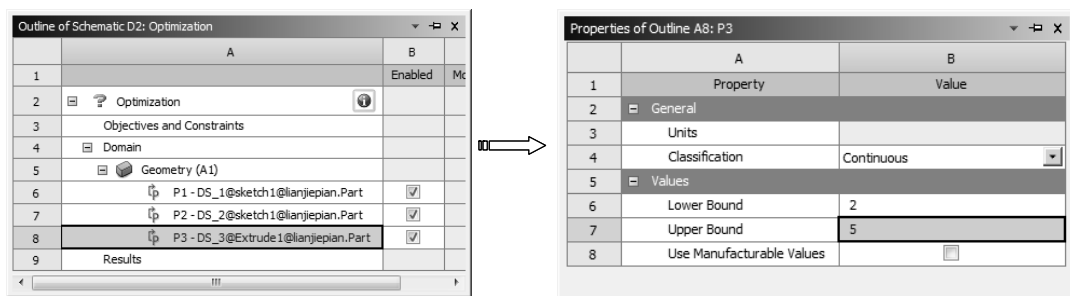

图 12-47 设置输入参数 P3 的范围
5) 设置输入参数范围。在【Outline of Schematic D2: Optimization】窗口中选择【Domain】下的 P1-DS_3 参数，然后在【Properties of Outline A8: P3】窗口中设置输入参数的初始值及上下限，如图 12-47 所示。